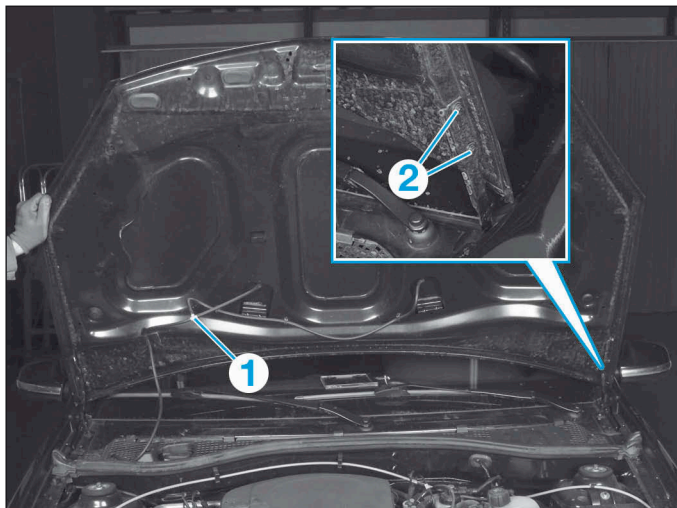

FIG.61
- Ouvrir le capot et débrancher le tuyau du lave-vitre (1).
- A l'aide d'un deuxième opérateur, déposer de chaque côté les vis (2) du capot moteur (Fig.61).